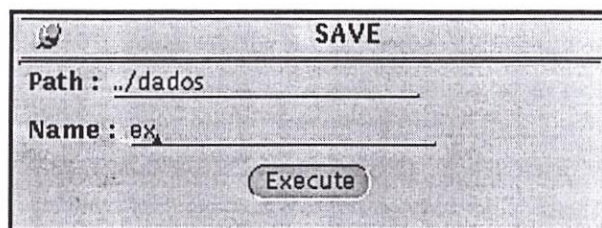

Figura 1.6: Salvar o modelo
- *Save*: serve para salvar um modelo criado, para selecioná-lo deve-se clicar uma vez com o botão esquerdo do *mouse* sob *Save*. É exigido o diretório onde se quer salvar e um nome para o arquivo, como mostra a figura 1.6. Deve-se tomar o mesmo cuidado que em *Load* com o *Path* e dar *enter* entre um campo e outro, por fim, clicar uma vez com o botão esquerdo do *mouse* em *Execute*;